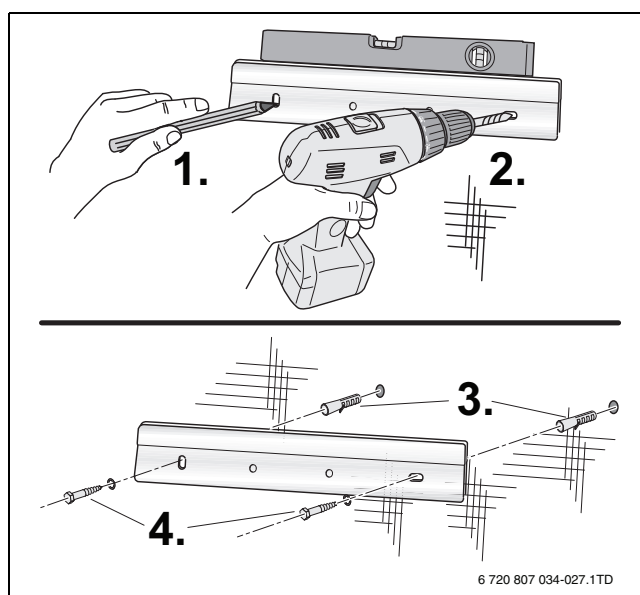

Fig. 10 Installazione a parete della guida di aggancio
- ▶ Contrassegnare i fori servendosi della guida di aggancio fornita (→ fig. 10).